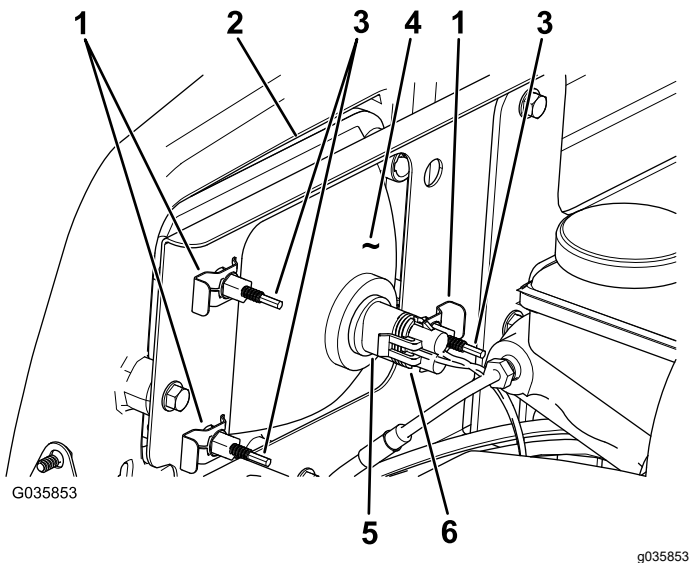

Figure 53
8. Branchez le connecteur électrique de faisceau sur le connecteur de l'ampoule (Figure 53).
3. Débranchez le connecteur électrique de faisceau du connecteur du phare (Figure 53).
4. Déposez les clips rapides qui fixent le phare à son support (Figure 53).
5. Sortez le phare en le déplaçant vers l'avant à travers l'ouverture dans le pare-chocs avant (Figure 53).
6. Montez le phare neuf par l'ouverture dans le pare-chocs (Figure 53).
2. Au dos du phare, tournez les vis de réglage (Figure 53) pour orienter le phare et aligner la position de son faisceau.